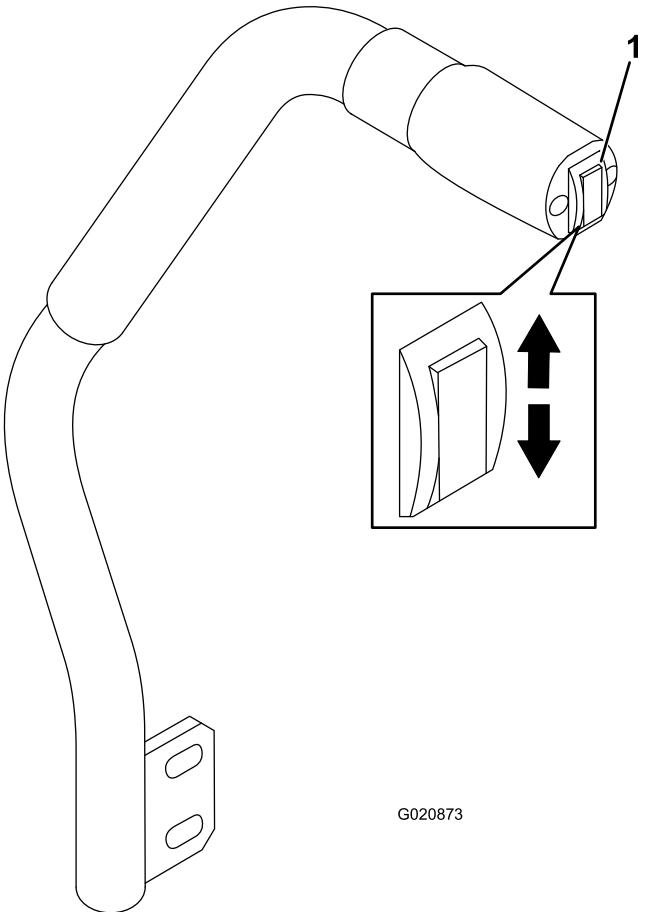

Figure 23
Cette commande permet de lever et d'abaisser l'unité de coupe (Figure 23). Ce levier est uniquement disponible lorsque le moteur est en marche.
- Pour abaisser l'unité de coupe, appuyez sur le bas de la commande (Figure 23).
- Pour lever le tablier de coupe, appuyez sur le haut de la commande (Figure 23).
- Lorsque le moteur tourne, repoussez la commande de levage du tablier de coupe vers le haut jusqu'à ce que le tablier soit complètement levé puis relâchez immédiatement la commande (Figure 23).